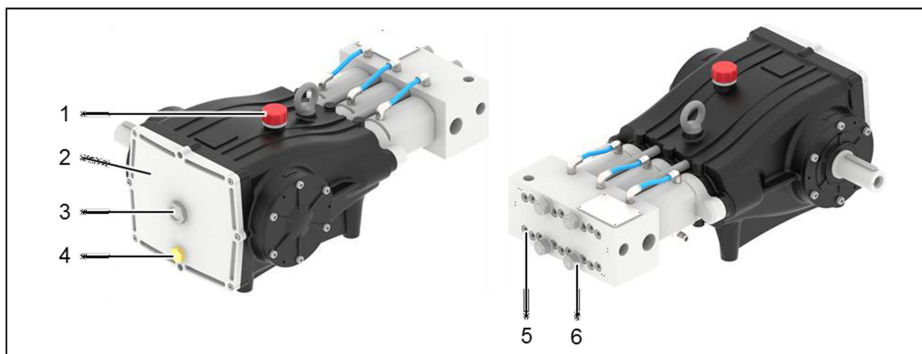

Figure 17 : Composants à contrôler
1. Garder à portée de main un récipient d'huile de taille suffisante pour recueillir l'huile usagée qui s'échappe du bouchon à vis (Figure 17 : Position 4).
2. Dévisser le bouchon de vidange d'huile (figure 17 : Position 4).
3. Dévisser le bouchon purge huile (Figure 17) Position 1).
5. Nettoyer le bouchon de vidange d'huile (figure 17 : Position 4) des éventuels résidus métalliques.
6. S'il y a des résidus métalliques dans l'huile, dévisser le couvercle du carter (figure 17 : Position 2) et contrôler que l'intérieur du carter n'est pas endommagé.
7. Revisser le bouchon de vidange d'huile (figure 17 : Position 4).
10. Remettre le couvercle du carter en place (figure 17) : Position 2 ; s'il a été ouvert).
11. Remplir avec la quantité d'huile prescrite (tableau 7 :Quantité d'huile) selon les spécifications (tableau 13 :Huiles) à travers le trou pour le remplissage de l'huile (Figure 17 : Position 1).
12. Vérifier le niveau d'huile à l'aide du voyant (figure 17) : Position 3).
13. Revisser le bouchon de vidange d'huile (figure 17 : Position 1).